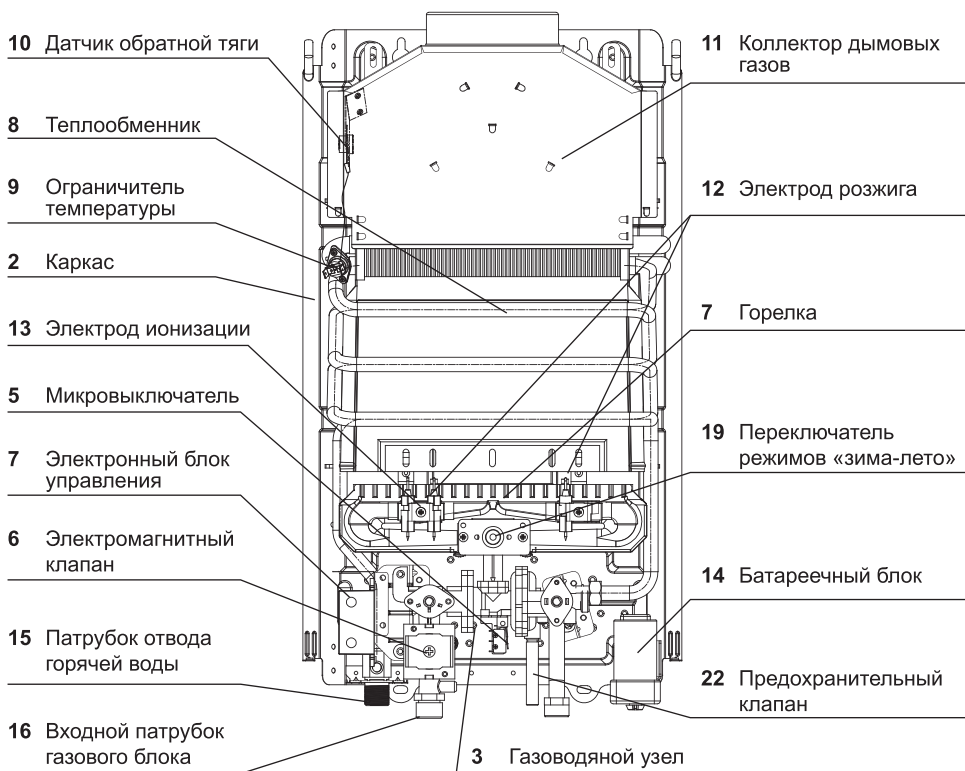

Рис. 1
Составные части изделия, поясняющие принцип устройства аппарата и требующие технического обслуживания во время эксплуатации, показаны на рис. 1.
2.6.1 Газовый проточный водонагреватель настенного типа имеет прямоугольную форму, образуемую съемной облицовкой **1**, установленной на каркасе **2** (см. рис. 1).
Газоводяная арматура 3 (см. рис.1) предназначена для включения аппарата и обеспечения регулирования температуры воды и расхода газа. Узел состоит из двух регуляторов: водяного и газового.
Конструкция регулятора водяного обеспечивает доступ газа к основной горелке только при наличии протока воды, одновременно обеспечивая срабатывание электромагнитного клапана **6** (см. рис. 1).
- 3) открыть кран горячей воды. Во время протока воды должен произойти искровой разряд между электродами розжига 12 и горелкой 7 (см. рис. 1).